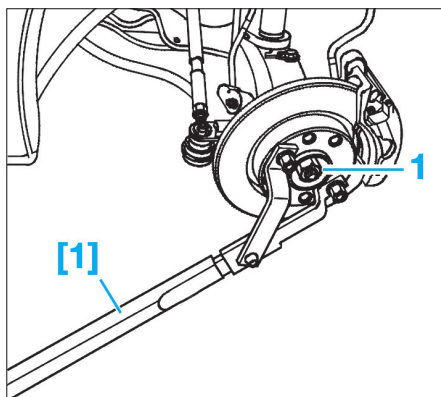

Fig. 1
• Défreiner l'écrou de transmission (1) (Fig.1).